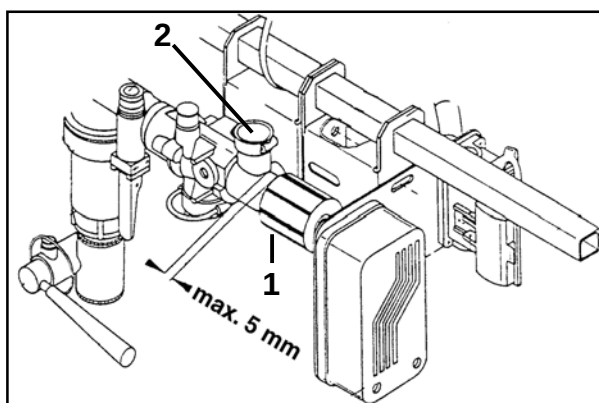

Fig. 7.5
- Reguleringsmøtrikken (fig. 7.5/1) til doseringsautomatikken drejes, indtil der er opnået en afstand på 5 mm imellem kransen på reguleringsmøtrikken og slangestudsens (fig. 7.5/2) til returløbet. Trykbegrænsningsventilen er dermed indstillet til ca. 7 bar ($p_{maks.} = 10 \text{ bar}$).